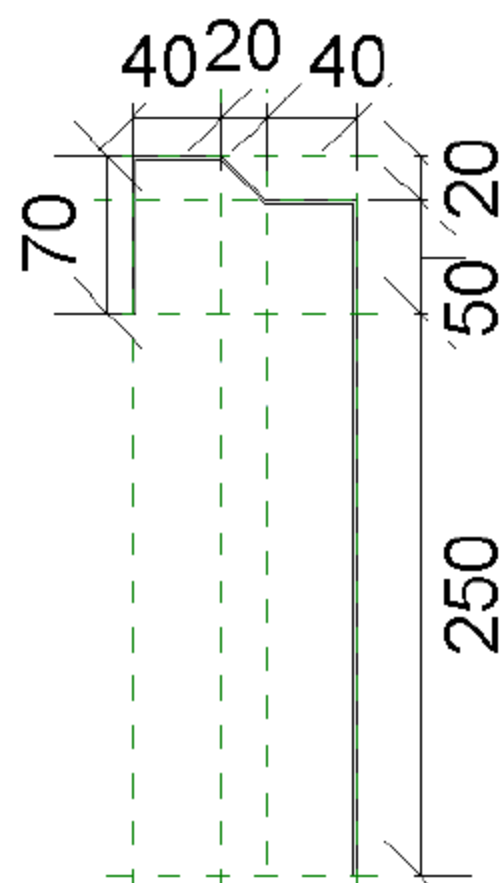

图 8.2.35 水池局部轮廓
(2) 按快捷键 R+P、C+O 和 M+M 绘制参考线。选择“创建”→“模型线”命令，绘制线框并单击√按钮，如图 8.2.35 所示。